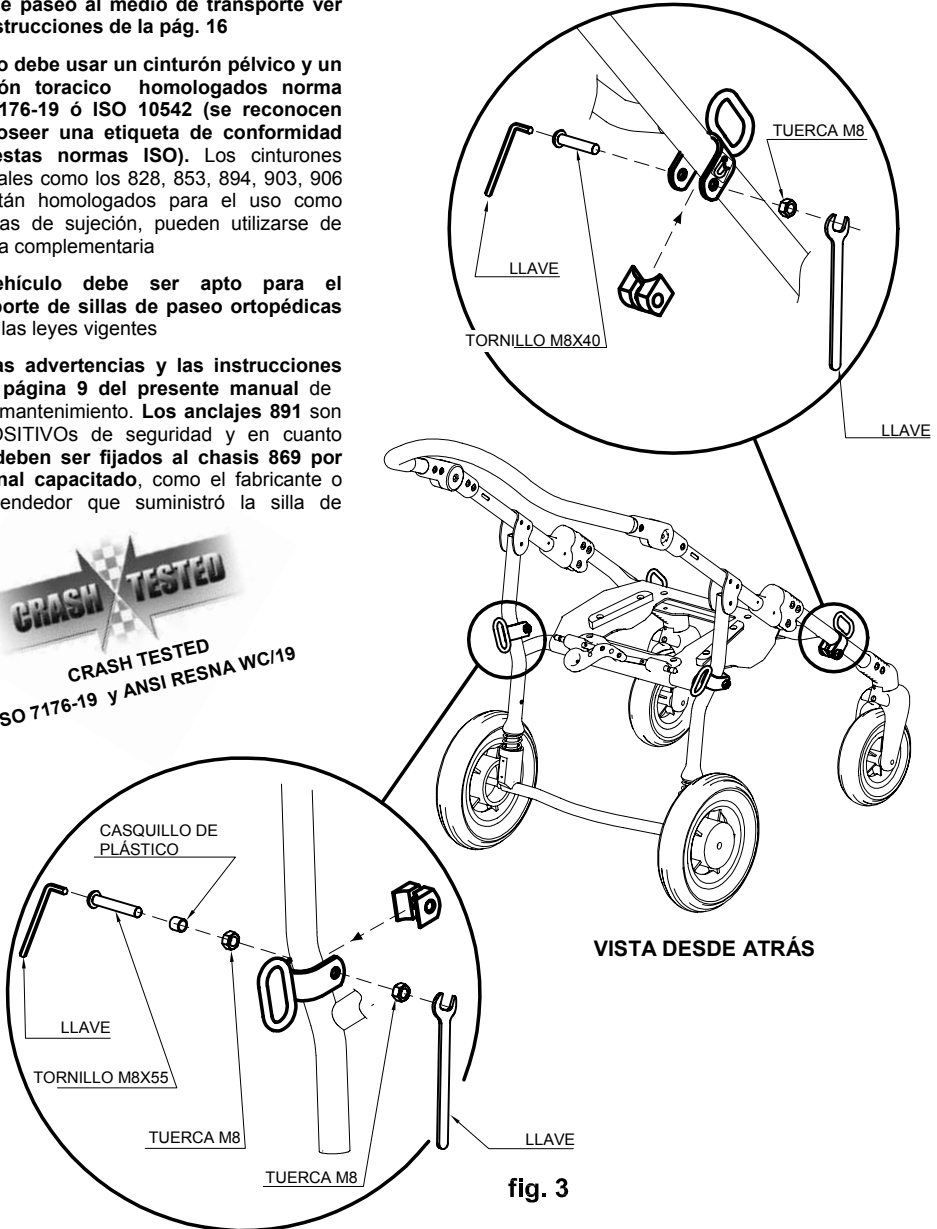
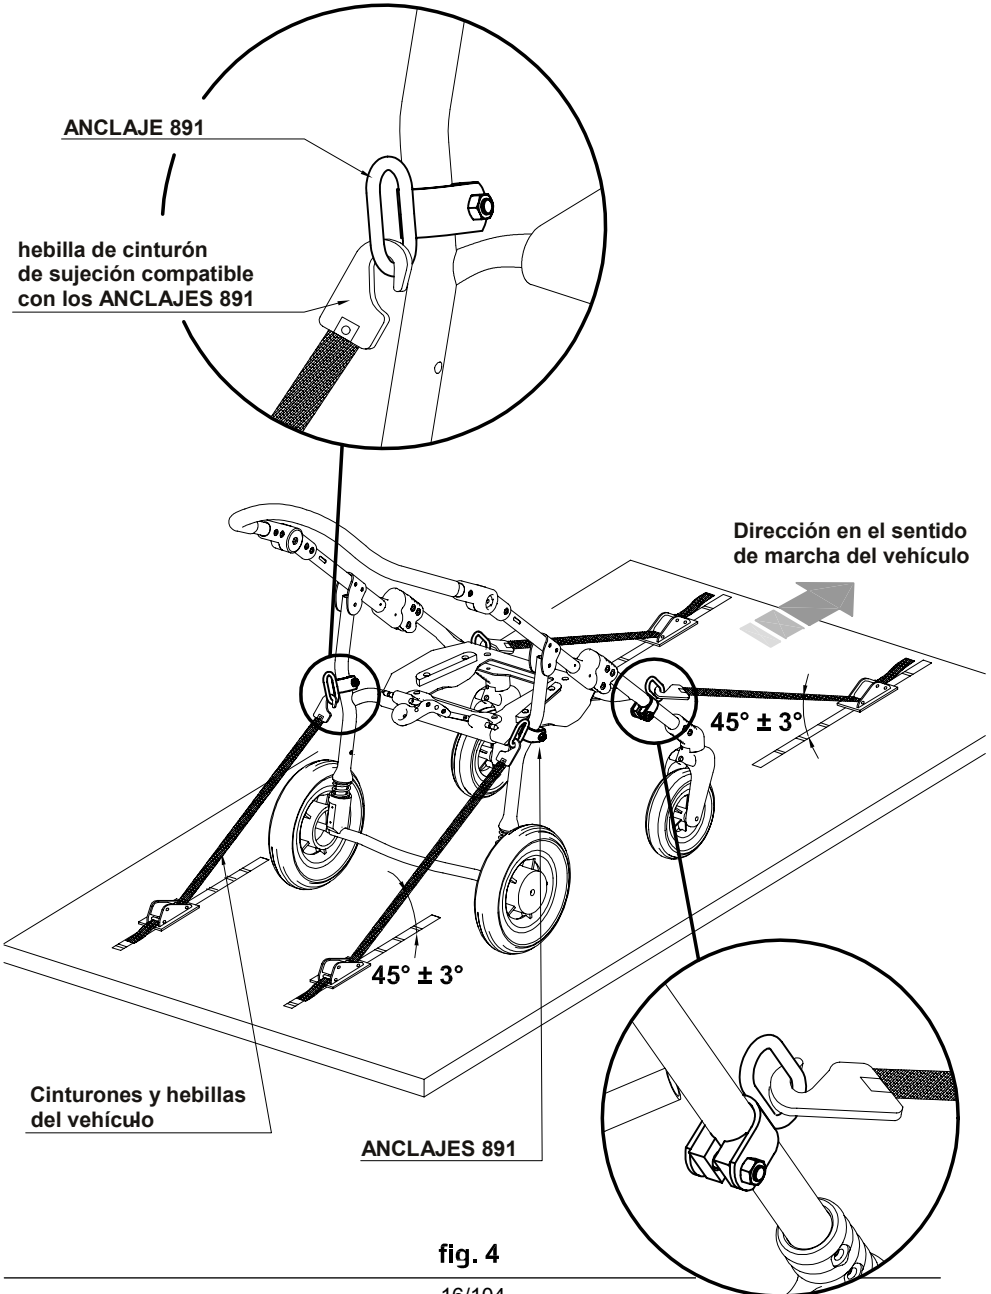

fig. 3
fig. 4
- **EL NIÑO SENTADO EN LA SILLA DE PASEO DEBE SER UBICADO EN LA DIRECCIÓN DEL SENTIDO DE MARCHA DEL VEHÍCULO EN MOVIMIENTO** (ver fig. 4 pág.16). De acuerdo al apartado 6.3.4 de la norma ISO 7176-19, la conformidad con la norma no impide, sin embargo, poder usar la silla de paseo en la dirección opuesta a la marcha, en los grandes vehículos equipados con espacios para esta finalidad específica
- **EL VEHÍCULO DEBE SER APTO PARA EL TRANSPORTE DE SILLAS DE RUEDAS/SILLAS DE PASEO ORTOPÉDICAS DE CONFORMIDAD CON LA NORMA ISO 7176-19** (ver fig. 4 pág. 16)
- **LA SILLA DE PASEO DEBE SUJETARSE AL VEHÍCULO mediante: 1) un sistema de cinturones de sujeción de 4 puntos conforme con la norma ISO 10542-2 suministrado con el vehículo** (ver fig.4 pág. 16) **y 2) el accesorio 891 – ANCLAJES para BASE 869 (4 anillos)** (ver fig. 1 y 2 pág.14, fig. 3 pág. 15 y fig.4 pág.16)